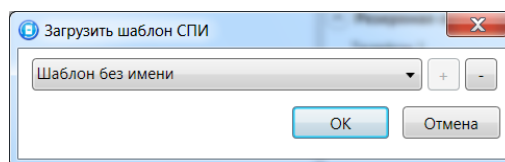

Рис. 9.4. Окно *Загрузить шаблон СПИ*
**Загрузить шаблон настроек:** открытие окна *Загрузить шаблон СПИ* (рис. 9.4), с помощью которого можно сконфигурировать контроллер по предварительно созданному шаблону. Для того чтобы применить шаблон, выберите его в списке и нажмите кнопку *ОК*. Для того чтобы удалить один из сохраненных шаблонов, выберите его в списке и нажмите кнопку .